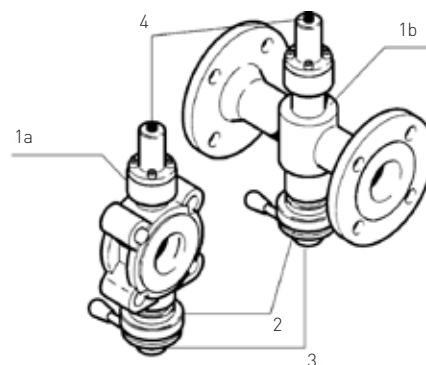

Figura 1
4.1.1 Válvulas de toma de muestras para jeringas con émbolo (Figura 1)